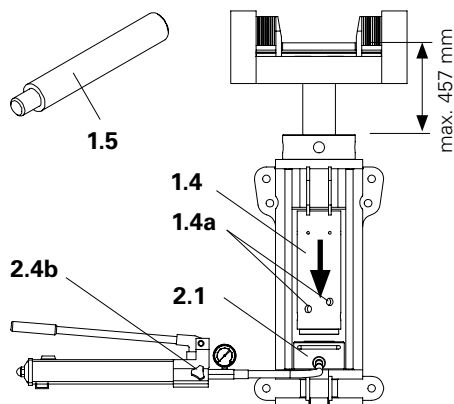

Fig. 21
4. Spingere l'alloggiamento dell'albero con l'albero di montaggio VST verso il basso finché l'alloggiamento non si appoggia al cilindro idraulico. (Fig. 21)